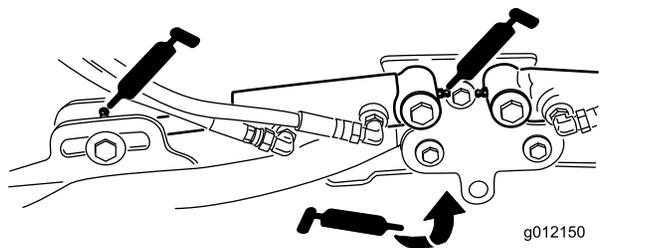

Figura 63
- Cilindri del braccio di sollevamento dell'apparato di taglio (2 cad.) (Figura 63)
- Perni del braccio di sollevamento (1 cad.) (Figura 63)